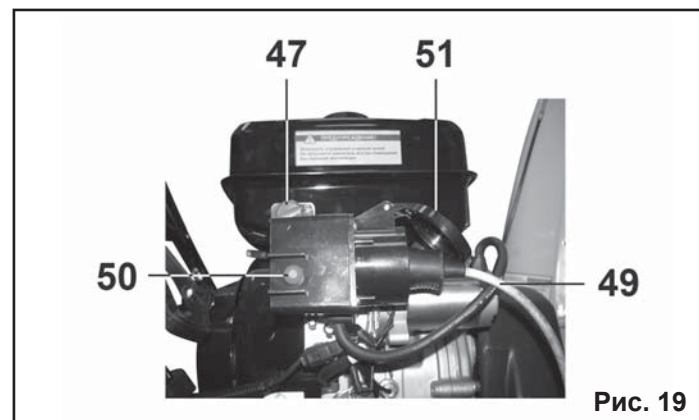

Рис. 19
8.2. Пуск двигателя электрическим стартером (Рис.19).